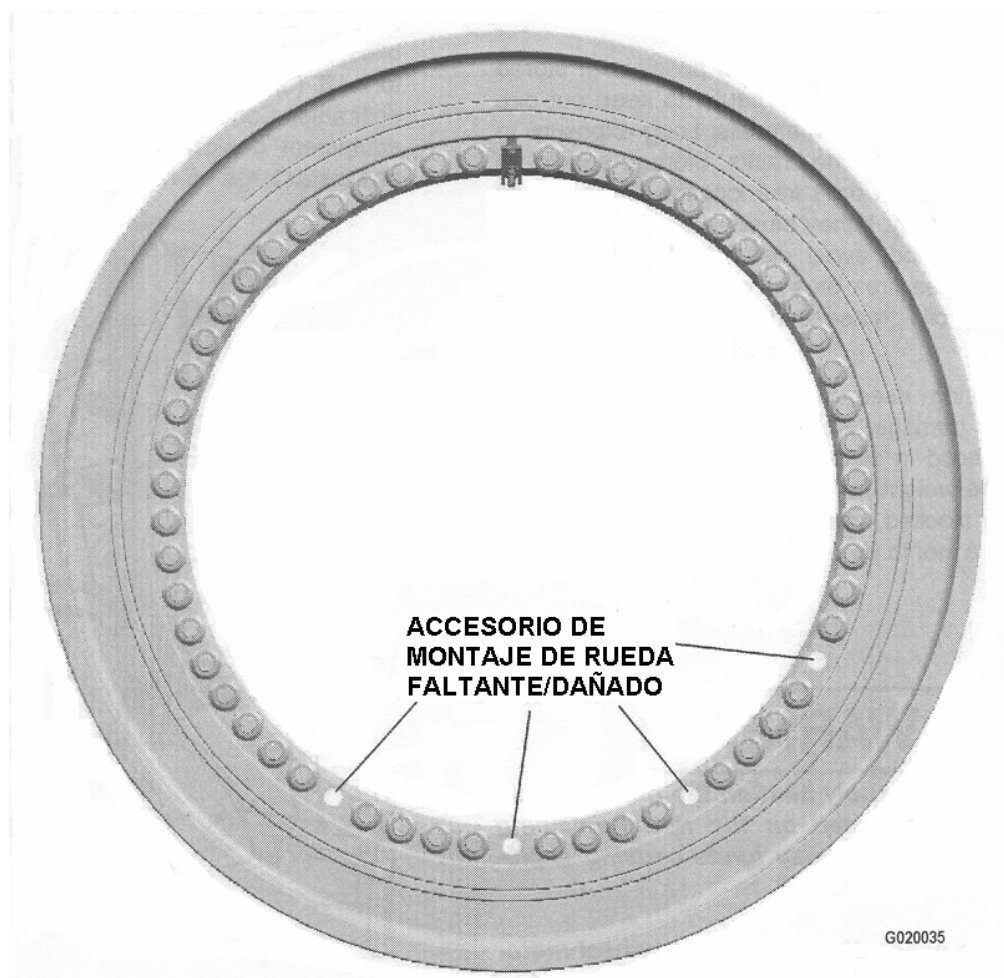

FIGURA 2-2. TOLERANCIA DE PASADORES FALTANTES/DAÑADOS DE LA RUEDA
- La posición de los pasadores dañados o faltantes no debe ser en puntos consecutivos. Además, debe haber un mínimo de cuatro pasadores que funcionen correctamente entre cada pasador faltante. Consulte la Figura 2-2.